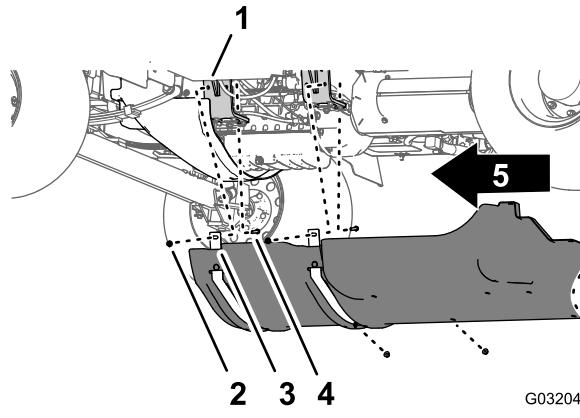

Figura 65
1. Allineate la copertura del carrello al telaio inferiore della macchina (Figura 65).